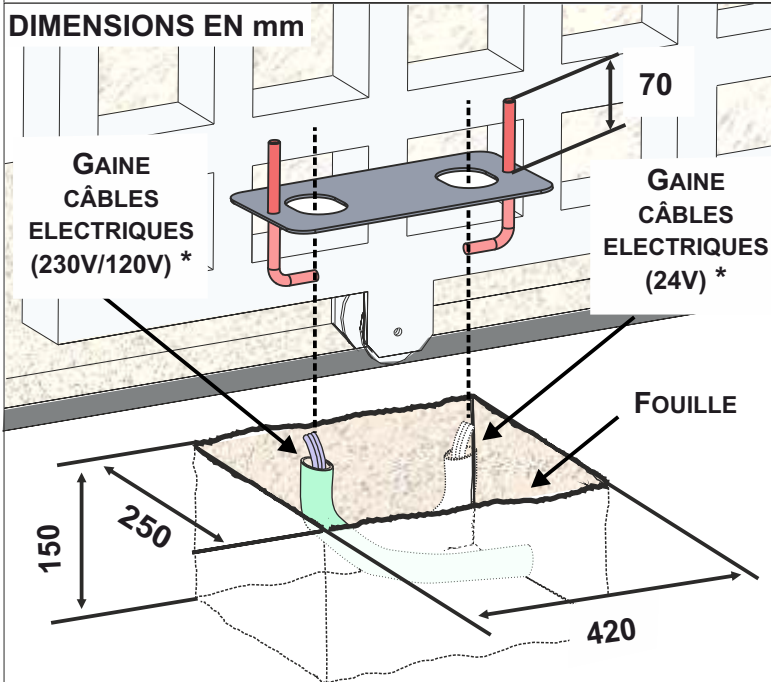

Fig. 3
- 4.1. Selon les mesures indiquées sur la Fig. 3, préparez un emplacement de béton à l'intérieur duquel la plaque de fondation sera murée, à l'aide des boulons d'ancrage
*** SELON LE MODÈLE D'OPÉRATEUR (SI 230V/110V OU 24V) UTILISER LE TROU GAUCHE OU DROIT POUR PASSER LES CÂBLES ÉLECTRIQUES - FIG. 3**